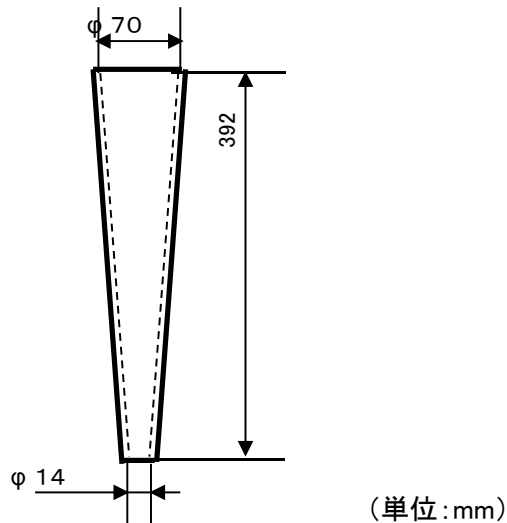

図1 J14漏斗
- a) 漏斗は、図1のように、黄銅製で、上端内径70mm、下端内径14mm、高さ392mmおよび厚さ約3mmのJ14漏斗(1)とする。